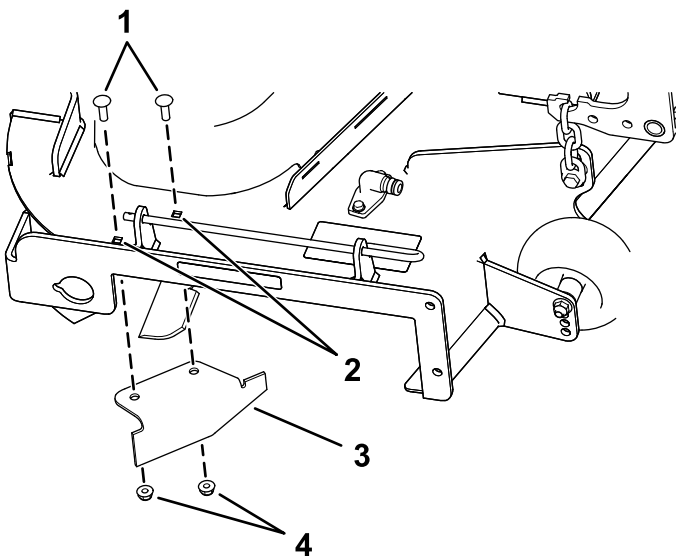

Figura 16
9. Localizai deflectorul de separare din pungă cu accesorii i îndepărtai elementele de fixare ale orificiilor spate ale plăcii de evacuare (Figura 16).